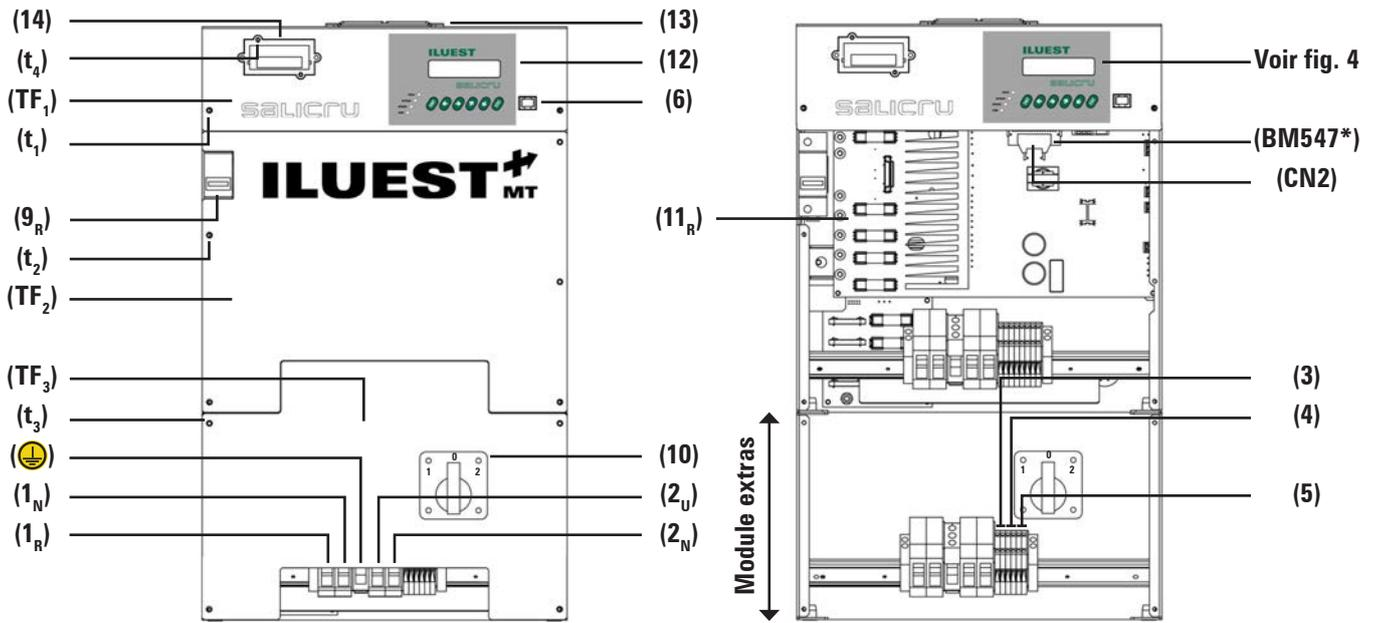

Fig. 2. Vue **ILUEST+ MT (T)** monophasé jusqu'à 20 kVA, avec le module d'optionnels.
- Équipements monophasés jusqu'à 20 kVA ou triphasés  $\leq 45$  kVA (voir figures 2 et 5 respectivement). On dispose d'une deuxième boîte métallique pour les optionnels, unie mécaniquement à l'usine avec la propre base de **ILUEST+ MT**.